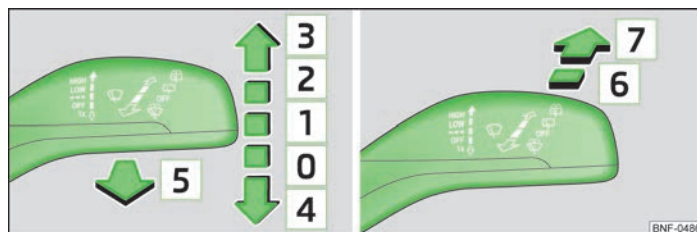

Bild 30 Manövrera vindrutetorkare/bakrutetorkare
- Om man endast vill torka vindrutan helt kort trycker man spaken till återfjädrande läget [4] » bild 30 .
- Dra spaken uppåt till läge [1] » bild 30.
- Dra spaken uppåt till läge [2] » bild 30.
- Dra spaken uppåt till läge [3] » bild 30.
- Dra spaken mot ratten till det fjädrande läget [5] » bild 30, varvid spolarna och vindrutetorkarna arbetar.
- Tryck spaken från ratten mot läge [6] » bild 30 torkaren körs var 6:e sekund.
- Tryck spaken från ratten till det fjädrande läget [7] » bild 30, varvid bakrutetorkarna och spolarna arbetar.
- Ställ tillbaka spaken i grundläge **0** » bild 30.
- Tryck vindrutetorkarspaken till läge **4** » bild 30 på sidan 33, vindrutetorkarmen åker till serviceläget.
- Slå till tändningen och tryck vindrutetorkarspaken till position **4** » bild 30 på sidan 33, vindrutetorkarmen åker till grundläget.